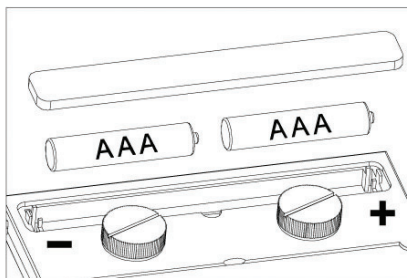

Рис. 9
7.11 Замена батареи (рис. 9). Помимо солнечной батареи для питания светофильтра АСФ применяются щелочные батареи AAA (2 шт.) в качестве резервного источника питания. Батареи могут работать ~5000 часов.